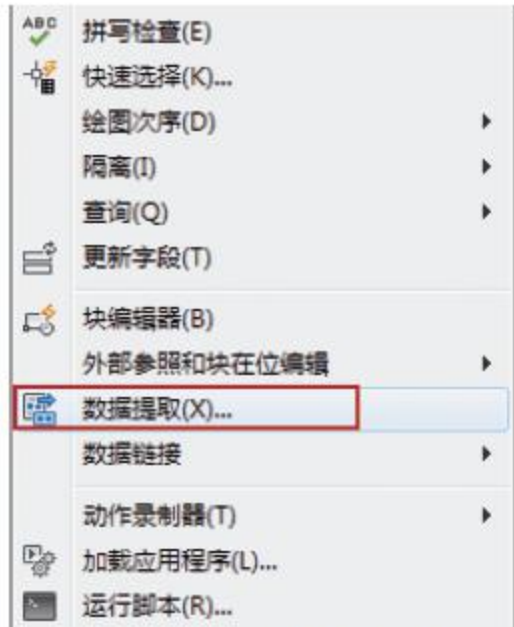

图7-46 选择命令
- 菜单栏：选择菜单【工具】|【数据提取】命令，如图7-46所示。